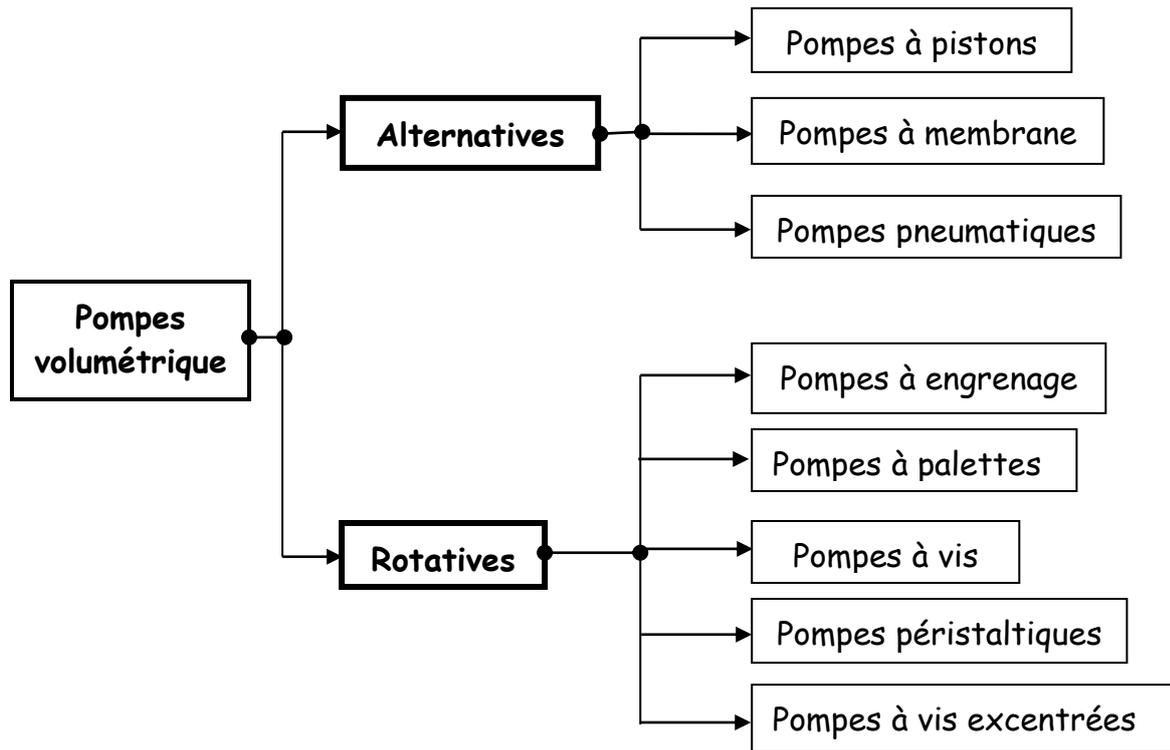

Figure 1 : classification des pompes volumétriques.
• **Les pompes volumétriques** dont le débit ne dépend que de la vitesse de rotation mais est indépendant de la pression au refoulement (**Figure 1**).